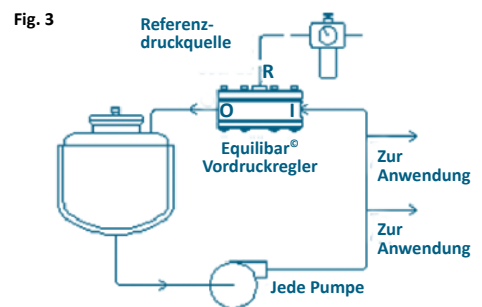

Fig. 3
**Typische Regelkreise:** Ein Vordruckregler regelt den Druck in einem System, indem er überschüssigen Durchfluss ablässt, der andernfalls den Systemdruck erhöhen würde. Im gezeigten Beispiel wird der Vordruckregler benutzt, um den Ausgangsdruck einer Pumpe zu steuern (siehe Fig. 3). Überschüssige Flüssigkeit wird durch den Vordruckregler in das Flüssigkeitsreservoir zurückgeführt.